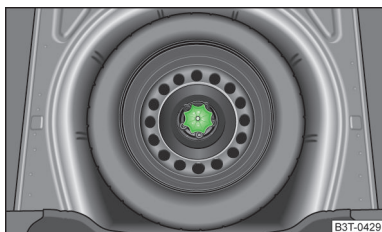

Fig. 176
La roue de secours se trouve dans une auge sous le revêtement du plancher du coffre à bagages et elle est fixée par une vis spéciale » fig. 176.
- Dévisser l'écrou » fig. 176 dans le sens anti-horaire.
- Visser l'écrou » fig. 176 dans le sens horaire jusqu'à ce que la roue soit bien fixée.